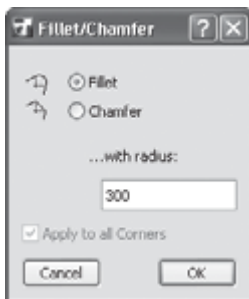

Рис. 4.20. Окно выбора параметров сопряжения/пересечения
- Выполните команду Fillet/Chamfer (Сопряжение/фаска). На экране появится окно с переключателем метода выполнения команды — Fillet (Сопряжение) или Chamfer (Фаска) — и текстовым полем для ввода радиуса сопряжения либо размера фаски (рис. 4.20).